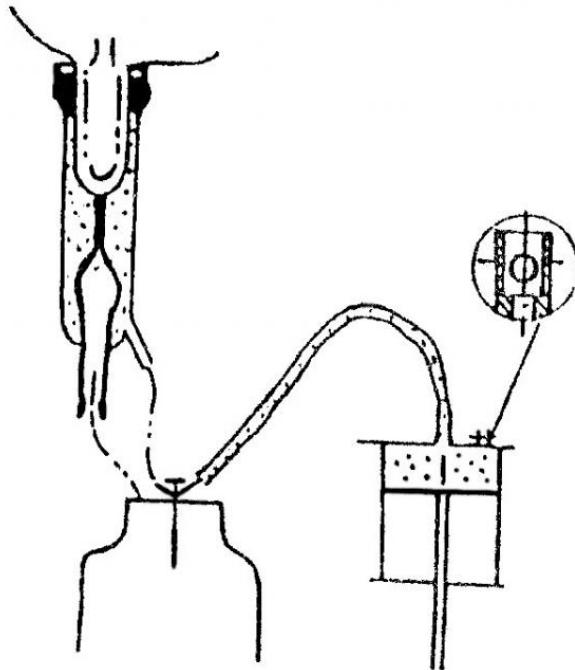

Рис. 4
**Отдых:** Когда поршень движется вверх (см. рис.4), шариковый клапан на крышке насоса открыт, а клапан на крышке бидона закрыт. В это время воздух входит в камеру между внешним корпусом стакана и вкладышем, а в замкнутом бидоне и внутреннем пространстве стакана формируется вакуум. Возникает разница давлений внутри стакана и в камере между внешним корпусом и вкладышем стакана. Разница давлений обеспечивает закрытие вкладыша и течение молока прекращается. В процессе доения величина разряжения на вакуумметре должна быть 0,04 – 0,045 МПа.